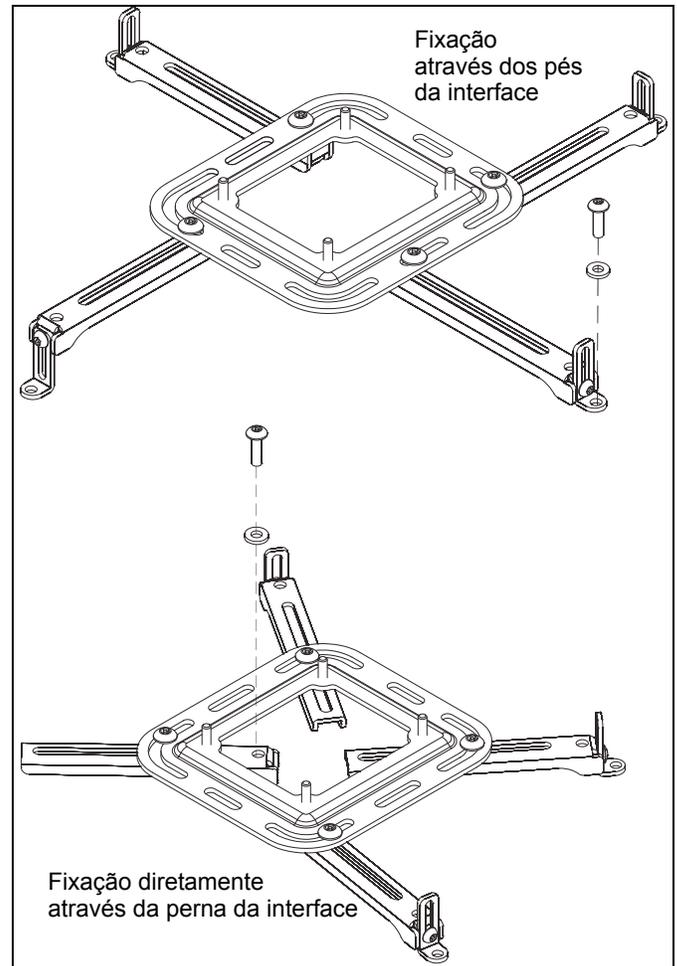

Figura 14
- Prenda a interface universal ao projetor através dos pés de suporte ou diretamente através das pernas. (Consulte a Figura 14)